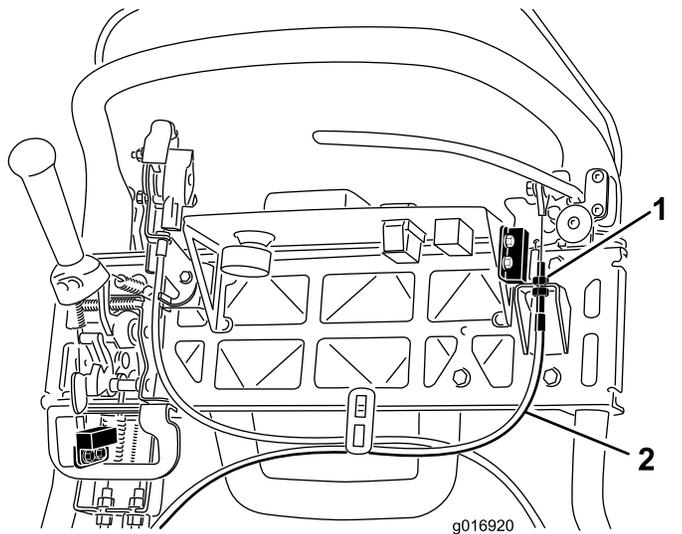

图43
3. 要增加拉线的张力请拧松上部拉线锁紧螺母并拧紧下部拉线锁紧螺母 图43 直至为了松开手刹锁定装置需要对刹车制动杆手柄施加 156N 的力。切勿调整过度或致使刹车带拖磨。